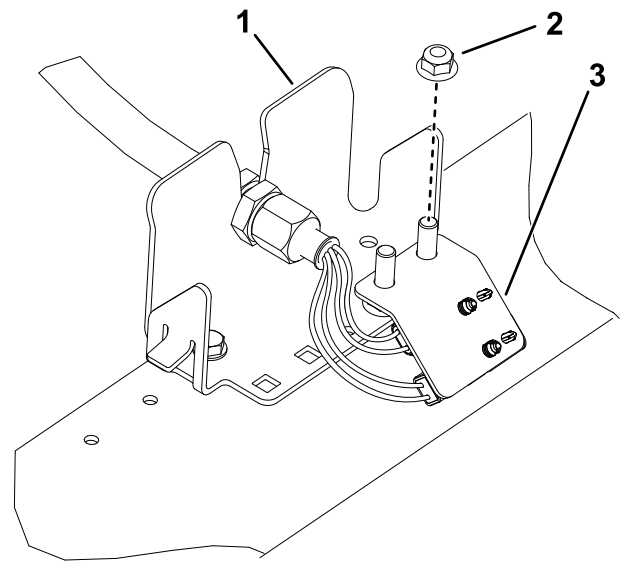

Figura 25
6. Repita el procedimiento en los 4 pasamuros restantes, según lo indicado en las figuras (Figura 25 a Figura 28).